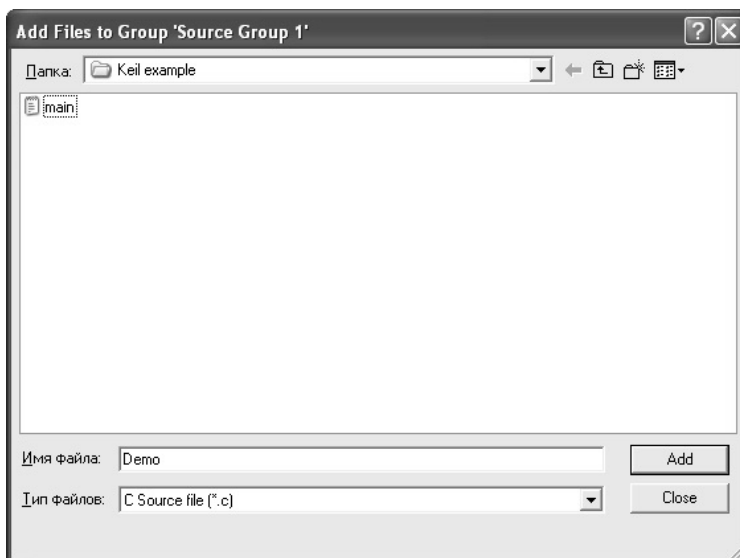

Рис.10. Выбор файлов для добавления к проекту
8. Затем следует выбрать файл, сохраненный на этапе 6 и нажать кнопку Add. (рис.10). Теперь данный файл добавлен в проект, и с ним можно работать.